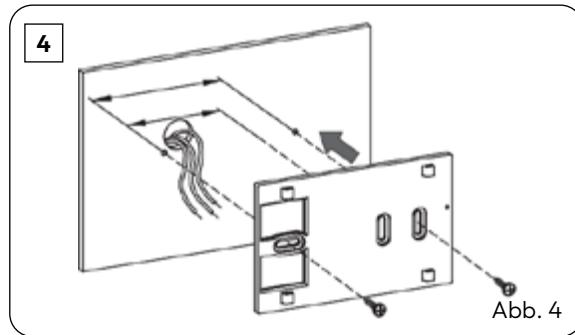

Abb. 4
- 4** Befestigen Sie die Wandhalterung mit den beiliegenden Schrauben. Führen Sie die Anschlussleitungen, wie dargestellt, durch die Wandhalterung (Abb. 4)